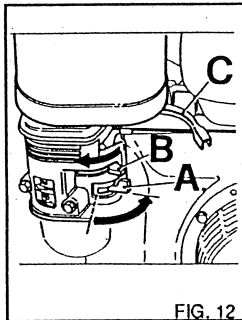

FIG. 12
1) Den Hebel des Benzinhahnes A auf ON drehen (Fig. 12).
2) Den Starthebel auf "starter" B drehen (Abb. 12); dies ist jedoch bei warmem Motor und einer erhöhten Raumtemperatur nicht nötig.
4) Nach dem Anlassen des Motors, den Starthebel in die ursprüngliche Stellung B zurückbringen (Fig. 12).
2) Den Hebel des Benzinhahnes A auf OFF stellen (Fig. 12).